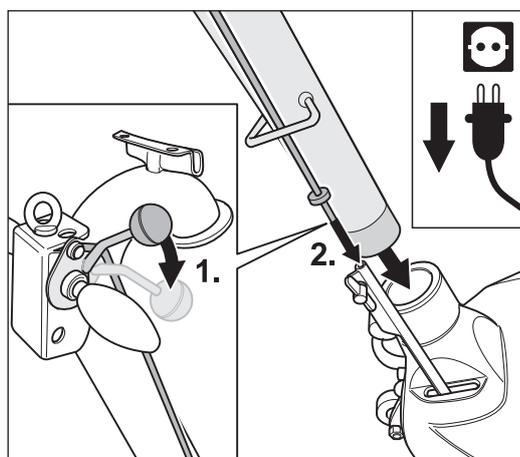

Abb. 52 Beim Einstecken des Führungsrohrs muss das Ablassgestänge richtig eingeführt werden!
- 1 Drücken Sie den Ablasshebel am Handgriff nach unten (Abb. 52, 1.).
- 2 Stecken Sie das Führungsrohr in die Gehäuseöffnung und gleichzeitig das Ablassgestänge in das Gestängeunterteil am Maschinengehäuse jeweils bis zum Anschlag (Abb. 52, 2.).